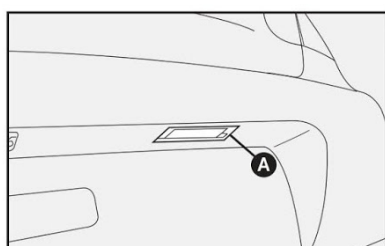

fig. 49
Siena figs. 49 e 50
1) retirar a tampa acrílica forçando-a com uma chave de fenda nos pontos indicados pela letra **A-fig. 49**;